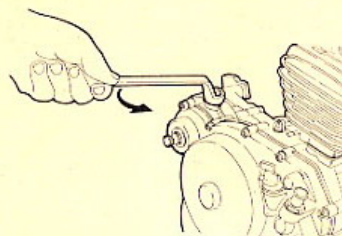

FIG. 12 Rimozione vite
- 8) Rimuovere la vite arresto scorrevole messa in moto (fig. 12).